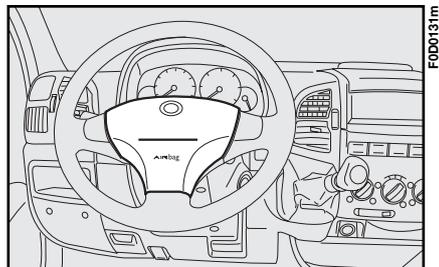

fig. 137
- en el centro del volante para el conductor **fig. 137**;